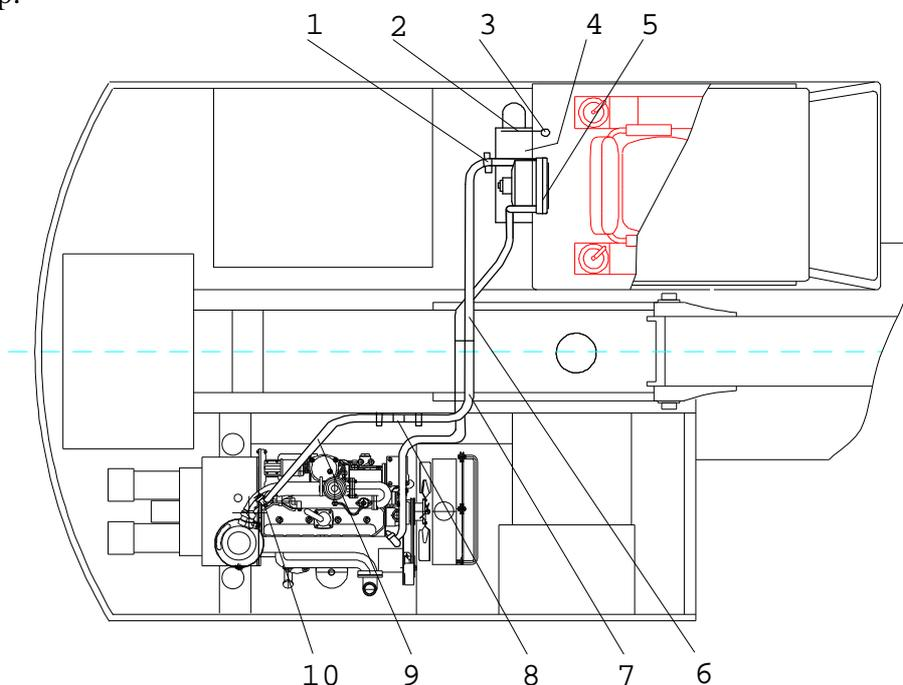

Рис. 24 Монтажная схема отопительно-вентиляционной установки
2.3. ОТОПИТЕЛЬНО-ВЕНТИЛЯЦИОННАЯ УСТАНОВКА (РИС. 24)